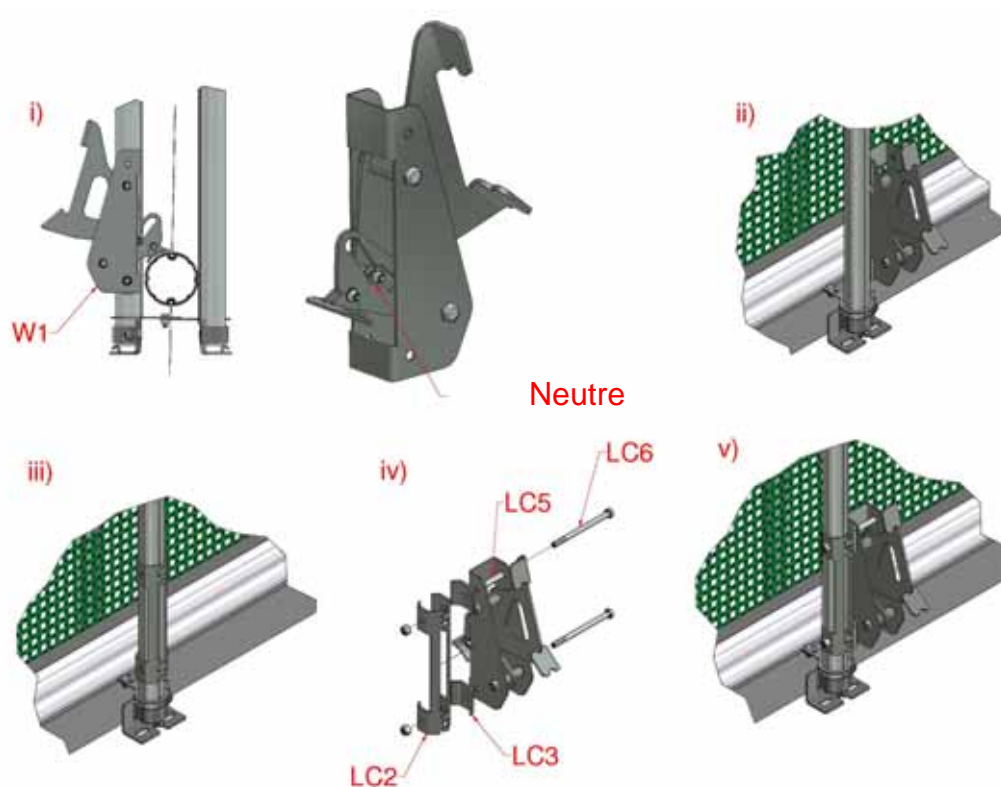

Figure 28 : loquets de verrouillage intermédiaires
- a) Lorsque le loquet est en position neutre, Figure 28(i) (c-à-d. l'enrouleur situé dans la butée du milieu du rail), maintenir le loquet contre le tube de commande externe en appuyant le sabot contre le tube d'enroulement du bas, et marquer sur le tube l'emplacement des trous de montage, Figure 28(ii).
- b) Poser les deux plaques de serrage contre le tube de commande en plaçant les doigts d'interverrouillage dans la cannelure supérieure du tube, Figure 28(iii). Aligner les trous de montage sur les repères marqués en 5(a) ci-dessus en se servant des plaques de serrage pour serrer, et percer à travers de chaque côté pour y insérer un boulon M10.
- c) Fixer le loquet au tube à l'aide de boulons longs M10x140 mm, en posant les tubes d'écartement à l'intérieur du loquet et les plaques d'écartement entre le loquet et les plaques de serrage, Figure 28(iv).